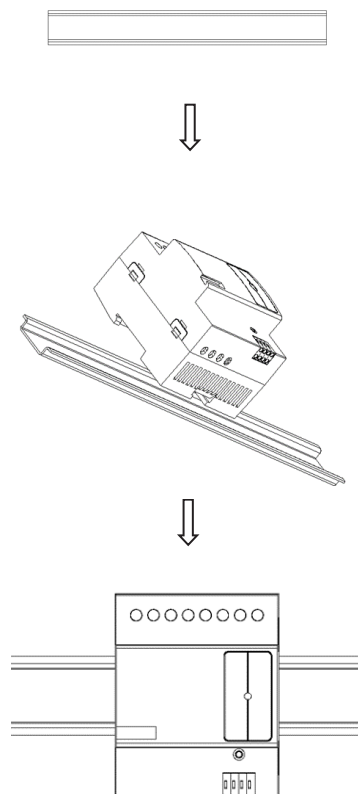

Figura 6. Instalação no Trilho
- O módulo deve ser instalado em um trilho DIN 35mm (Figura 6) alojado dentro de um quadro de automação dedicado;